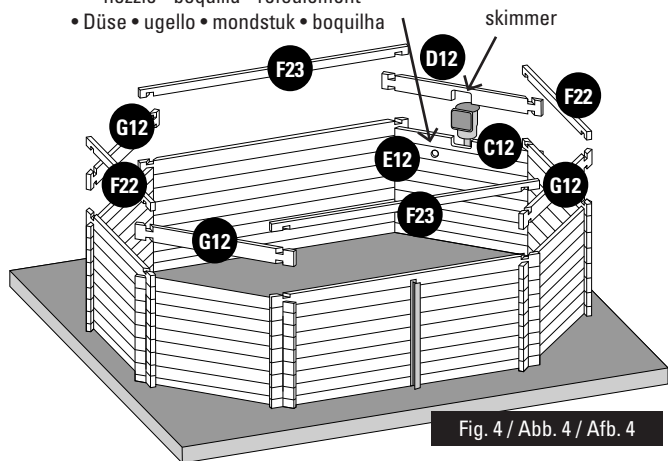

Fig. 4 / Abb. 4 / Afb. 4
- EN Skimmer:** •Place the specific boards of the skimmer facing the prevailing winds. Boards (C12) and (D12) will always be placed over a panel starting by board (B12) (figure 4). •The skimmer will not be stable until the pool is filled. **The skimmer (with its flap) is fitted as the same time as the finishing board.**
- FR Skimmer:** • Placez les madriers spécifiques au skimmer face aux vents dominants. Les madriers (C12) et (D12) se positionnent toujours sur un panneau commençant par un madrier (B12) (figure 4). • Tant que le bassin n'est pas rempli, le skimmer ne sera pas stable. **Le skimmer (avec son volet) s'emboîte en même temps que le madrier de finition.**
- NL Skimmer:** • Plaats de planken die specifiek voor de skimmer zijn met het gezicht op de overheersende windrichting. De planken (C12) en (D12) worden altijd op een paneel geplaatst en er wordt begonnen met plank (B12) (afbeelding 4). • Zolang het zwembad niet is gevuld, zal de skimmer niet stabiel zijn. **De skimmer (samen met zijn afsluiter) wordt op het zelfde moment ertussen gezet als de plank voor de afwerking.**